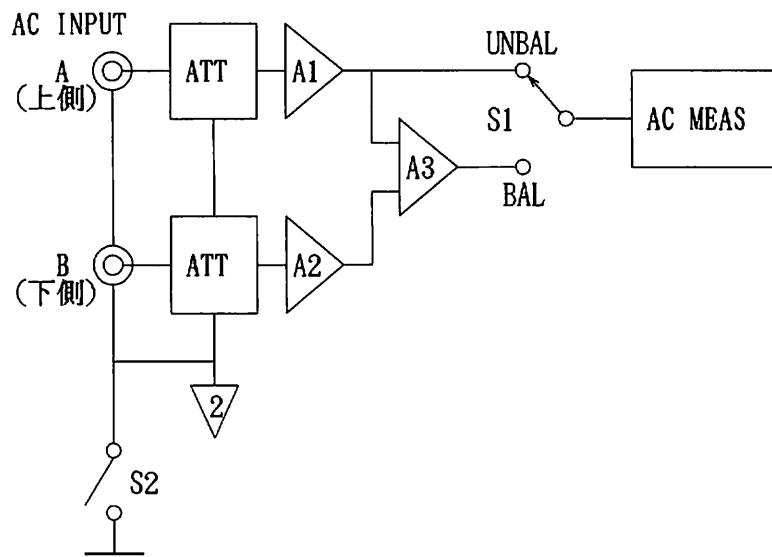

図10-1 入力部の選択
F3=UNBALを選択すると図10-1のS1がUNBAL側に接続され、AC IN端子⑫のA端子のみによる不平衡入力となります。F4=BALにするとS1はBAL側に接続され、AC IN端子⑫のA端子とB端子による平衡入力となります。選択されているAC IN端子⑫わきのLEDが点灯することによりUNBAL、BALの区別がつきます。各ITEMごとに独立して設定できません。
背面のAC INPUTスイッチ⑯を \swarrow にすると図10-1のS2が開放し、AC IN端子⑭のコモンは、本器のシャーシ・アースからフローティングされます。
AC INPUTスイッチ⑯を \uparrow にすると図10-1のS2が短絡し、AC IN端子⑭のコモンは、本器のシャーシ・アースに接続されます。